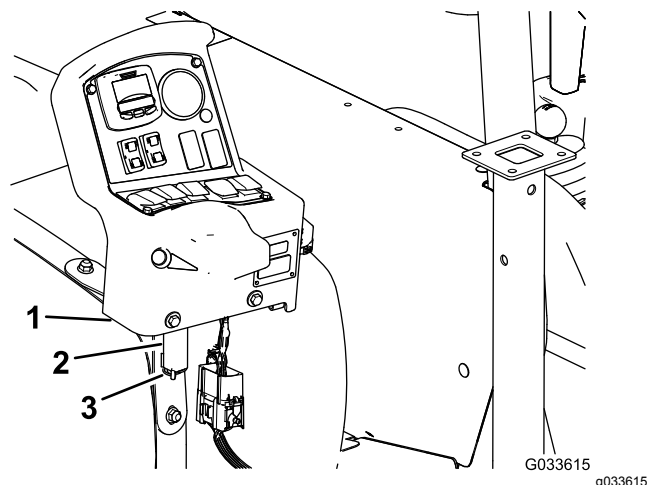

図 129
7. 車両のダッシュボードで、コンソール取り付けブラケットからコンソールを外し、コンソールのピボットピンを、タンクの前ベルトについている保管ブラケットにセットする **図 129; コントロールコンソールを機体に取り付ける (ページ 22)**を参照。
8. ブラケットにコンソールを組み付け、ピボットピンをブラケットに入れてヘアピンで固定する (**図 129**)。